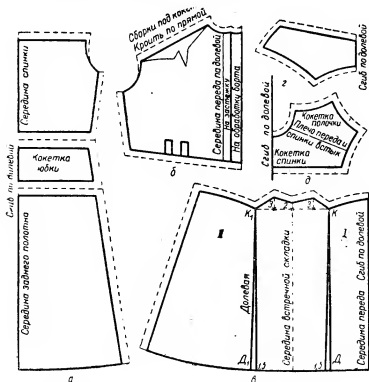

Рис. 211. Подготовка выкройки платья с переходной фасонной кокеткой к раскрою:
**Спинка.** При раскладке выкройки на ткани (рис. 211, а) нижнюю часть спинки, кокетку юбки и юбку укладывают так, чтобы их середины были по долевой нити на сгибе ткани.
**Полочка.** Полочку (рис. 211, б) при раскладке выкройки на ткани укладывают так, чтобы ее середина была по долевой нити, отступая от края среза ткани на 3—4 см для подгиба на подборт.
**Юбка переда платья.** При раскладке на ткани юбку переда (I) платья укладывают так (рис. 211, в), чтобы ее середина была по долевой нити на сгибе ткани. Затем боковую часть юбки (II) укладывают на расстоянии 20 см (можно 16 см) от передней части юбки (на глубину встречной складки).
**Кокетка переда юбки.** При раскладке выкройки на ткани кокетку укладывают так (рис. 211, г), чтобы ее середина была по долевой нити на сгибе ткани.
**Кокетка спинки и полочки лифа.** При раскладке выкройки на ткани кокетку спинки укладывают так, чтобы середина спинки кокетки была по долевой нити на сгибе ткани. Затем выкройку кокетки полочки прикладывают к линии плеча спинки так, чтобы плечевые линии были встык (рис. 211, д).